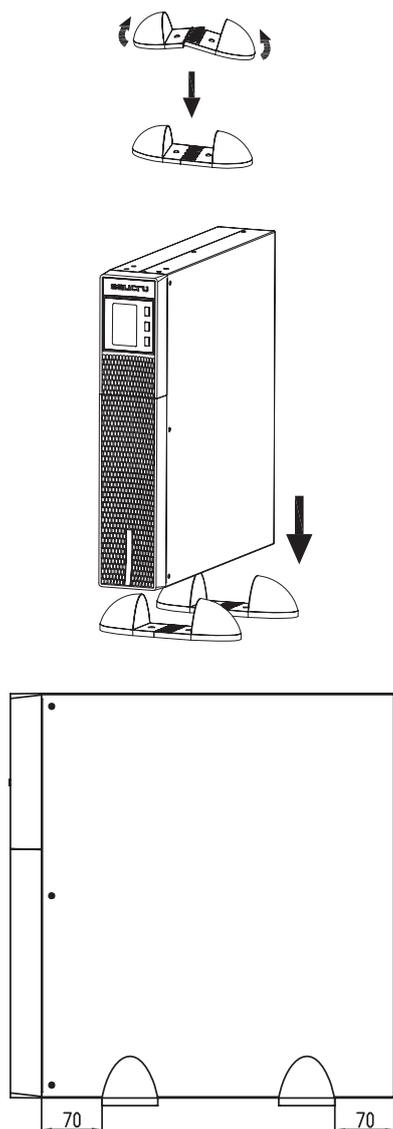

Fig. 6. Montage vertical -type tour-
- Placez l'onduleur entre les deux bases à une distance de 70 mm de chaque extrémité (voir la Fig. 6).
- Placez l'onduleur et le module de batteries debout entre les deux bases (voir la Fig. 8) et à une distance de 70 mm depuis chaque extrémité, comme il est indiqué à la Fig. 6.